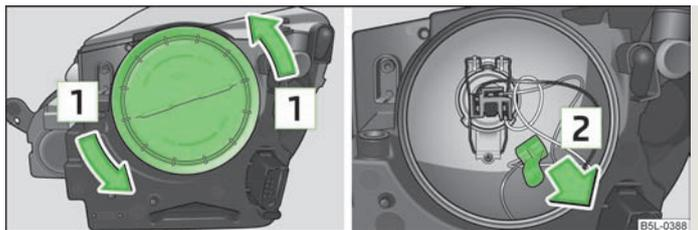

Fig. 170 Retrait du recouvrement en caoutchouc/démontage de la douille du feu de position (phares halogène)
» Faites tourner le recouvrement en caoutchouc dans le sens de la flèche **1** **OU** **VERTURE** » fig. 170 et retirez-le.
- » Tirer sur la douille dans le sens de la flèche **2** pour la faire sortir » fig. 170.
- » Faites tourner le recouvrement en caoutchouc dans le sens de la flèche **1** **OU** **VERTURE** » fig. 170 et retirez-le.